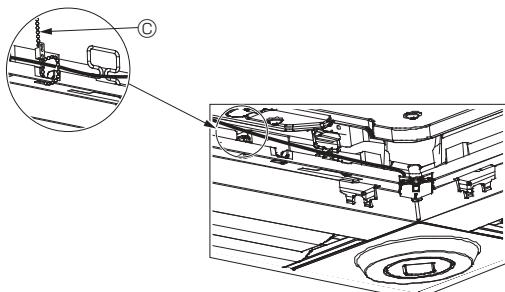

Fig. 10-12
- Sujete los cables del Sensor i-see y del receptor de señales en el panel con el remache de la forma mostrada en el diagrama procurando que queden tensos, y luego corte el sobrante en el extremo del remache. (Fig. 10-12)
- Si la posición del Sensor i-see ha cambiado de “○” (E) a “□” (F), cambie los ajustes de función. (Véase la página 14.)